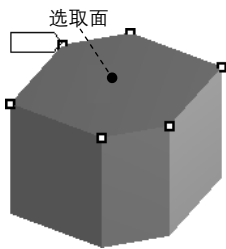

图 5.3.37 定义映射面
- (2) 定义映射面。选取图 5.3.37 所示的模型表面为映射面，单击 **Apply** 按钮确认。